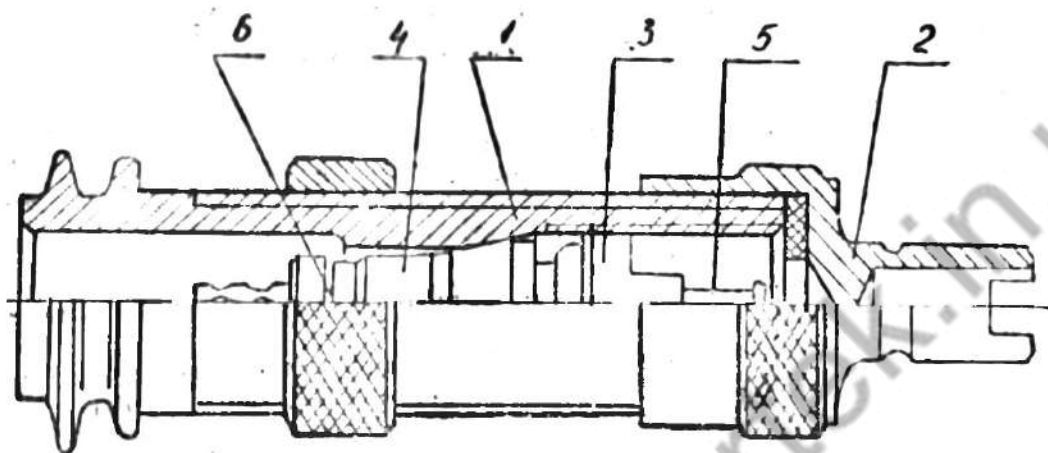

Рис. 24. Веловентиль золотничкового типа.
Пользоваться веловентилями (рис. 24) нужно следующим образом: отвернуть с корпуса (1) колпачок-ключ (2), имеющий на хвостовике прямоугольную прорезь, повернуть его хвостовиком к веловентилю, ввести хвостовик прорезью в выступ на ниппеле (3) золотникового клапана (4) и повернуть ниппель до упора. Затем снять колпачок-ключ, накрутить на корпус веловентиля шланг насоса, подсоединить к нему насос и накачать шину. После чего отсоединить шланг с насосом и накрутить на корпус колпачок-ключ. При этом не допускать попадания грязи во внутрь корпуса и на детали золотника. Попадание грязи на запорные элементы золотника может привести к утечке воздуха из камеры. При необходимости золотник промыть в чистой бензине с последующей сушкой на воздухе. Не пытаться разбирать золотниковый клапан, т. к. он выполнен неразборным. При промывке в бензине нужно несколько раз